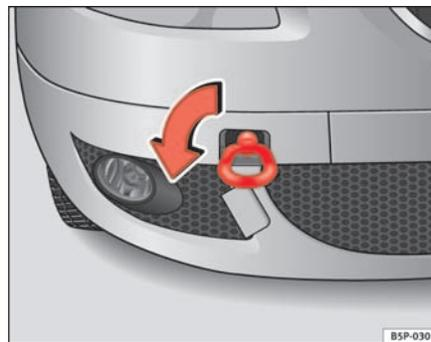
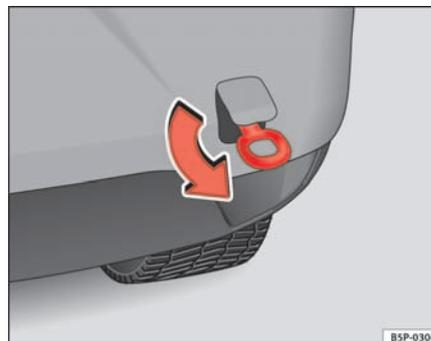

Fig. 199 Atornillado de la argolla de remolque en la parte delantera derecha del vehículo
Fig. 200 Atornillado de la argolla de remolque en la parte trasera del vehículo
- Atornille la argolla hasta el tope hacia la *izquierda*, en el sentido que indica la flecha, tanto en la parte delantera ⇒ página 275, fig. 199, como en la trasera ⇒ página 275, fig. 200.